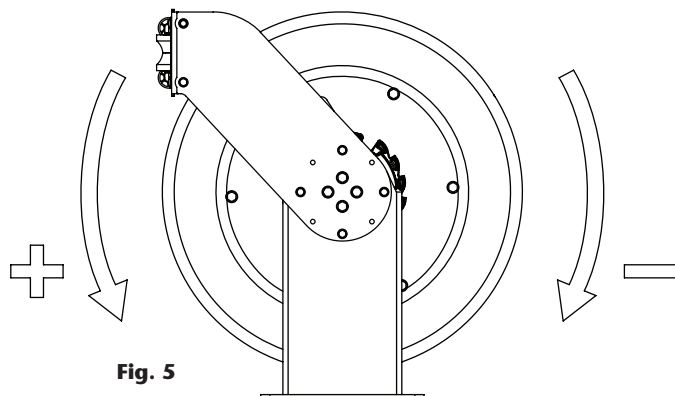

Fig. 5
3. Dès que le flexible est totalement enroulé (le ressort doit toujours être maintenu en position neutre), exercer une tension préliminaire du ressort, en faisant tourner le tambour le nombre de tours indiqué sur le tableau en fonction de la longueur du flexible en question (pag. 6), et ce, en sens positif (voir Fig. 5). Ne jamais exercer une tension plus forte que celle qui est demandée sous peine d'abîmer le ressort.
6. Pour appliquer la pré-tension du ressort, tourner le tambour le nombre de tours indiqués sur le tableau ci-dessous indiqué en fonction de la puissance du ressort et de la longueur du flexible (Fig. 5):